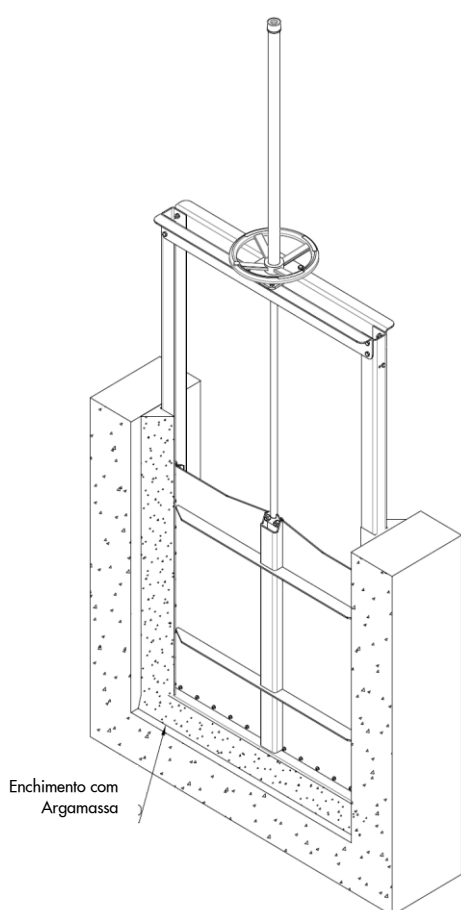

Figura 8
- Preencha com argamassa os espaços vazios (consulte a Figura 8), na parte inferior e nas laterais. Lembre-se de que o enchimento com argamassa tem duas funções: